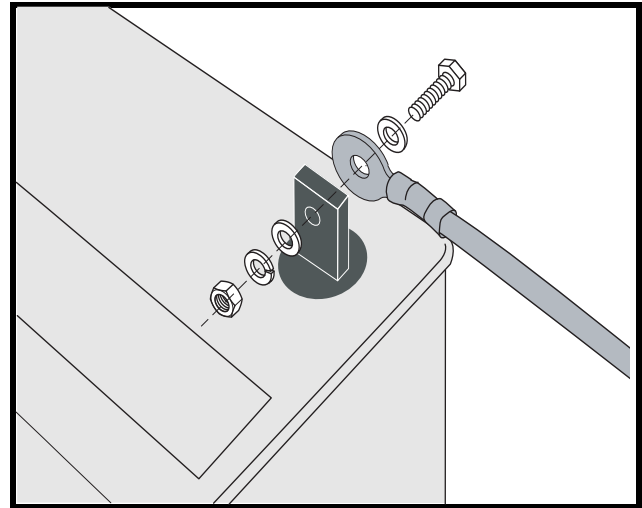

Figure 13. Conexión del cableal borne
9. Vuelva a colocar los capuchones sobre los bornes (**fig 13**).